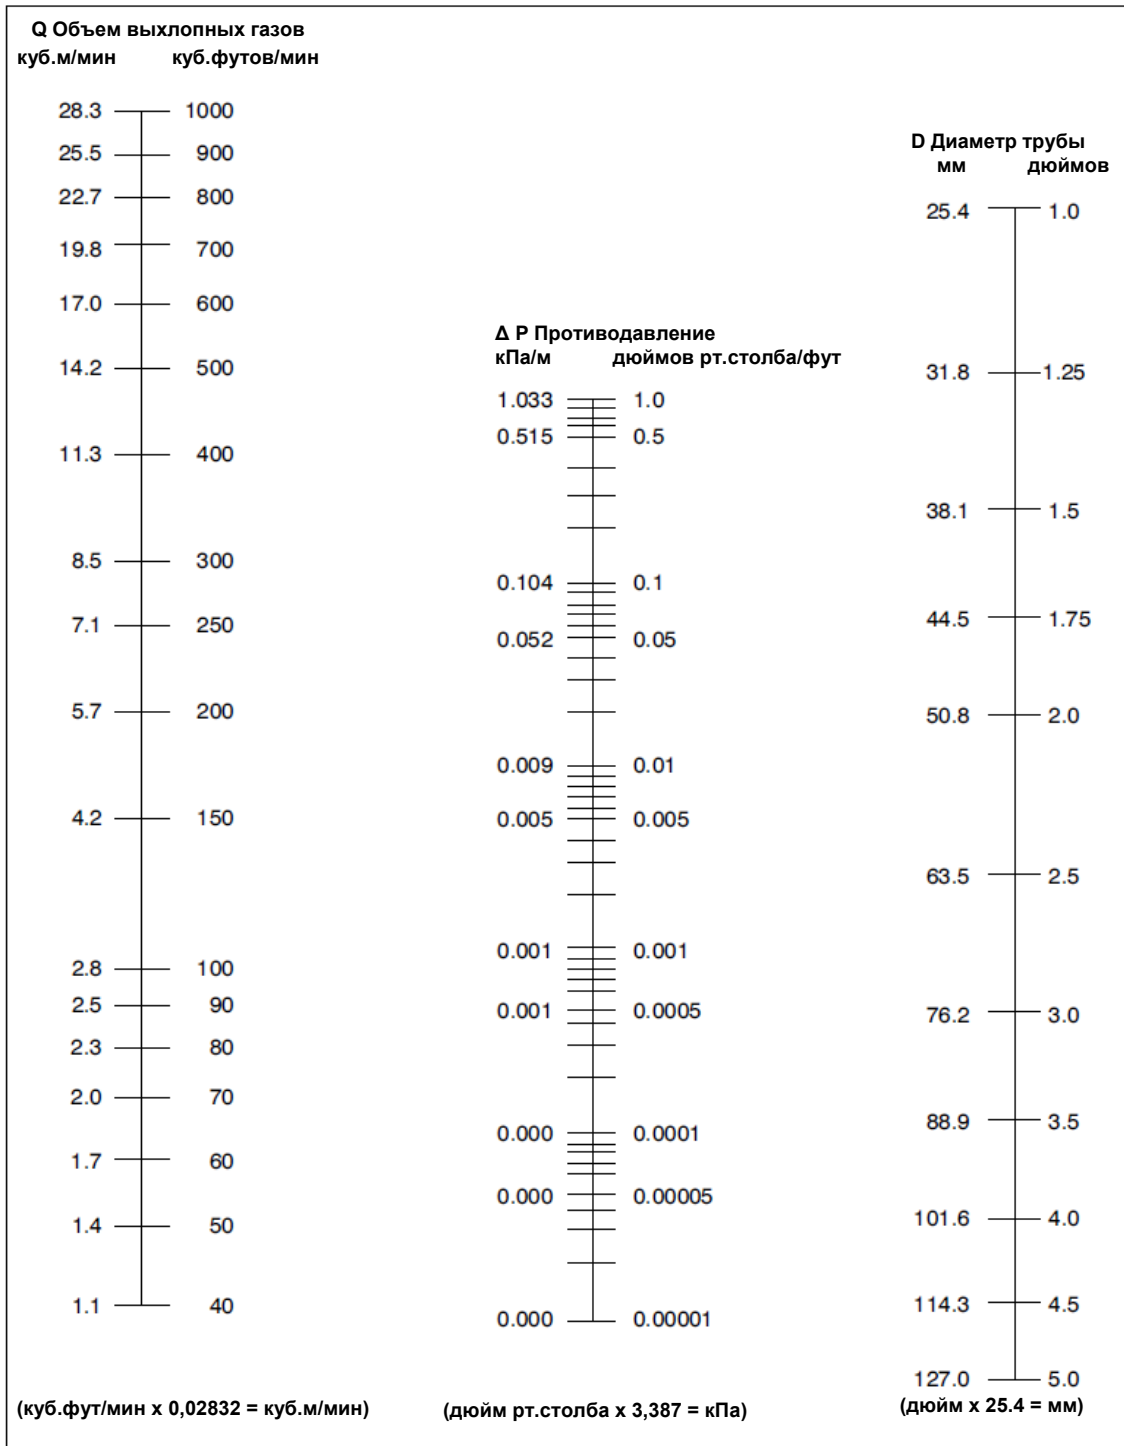
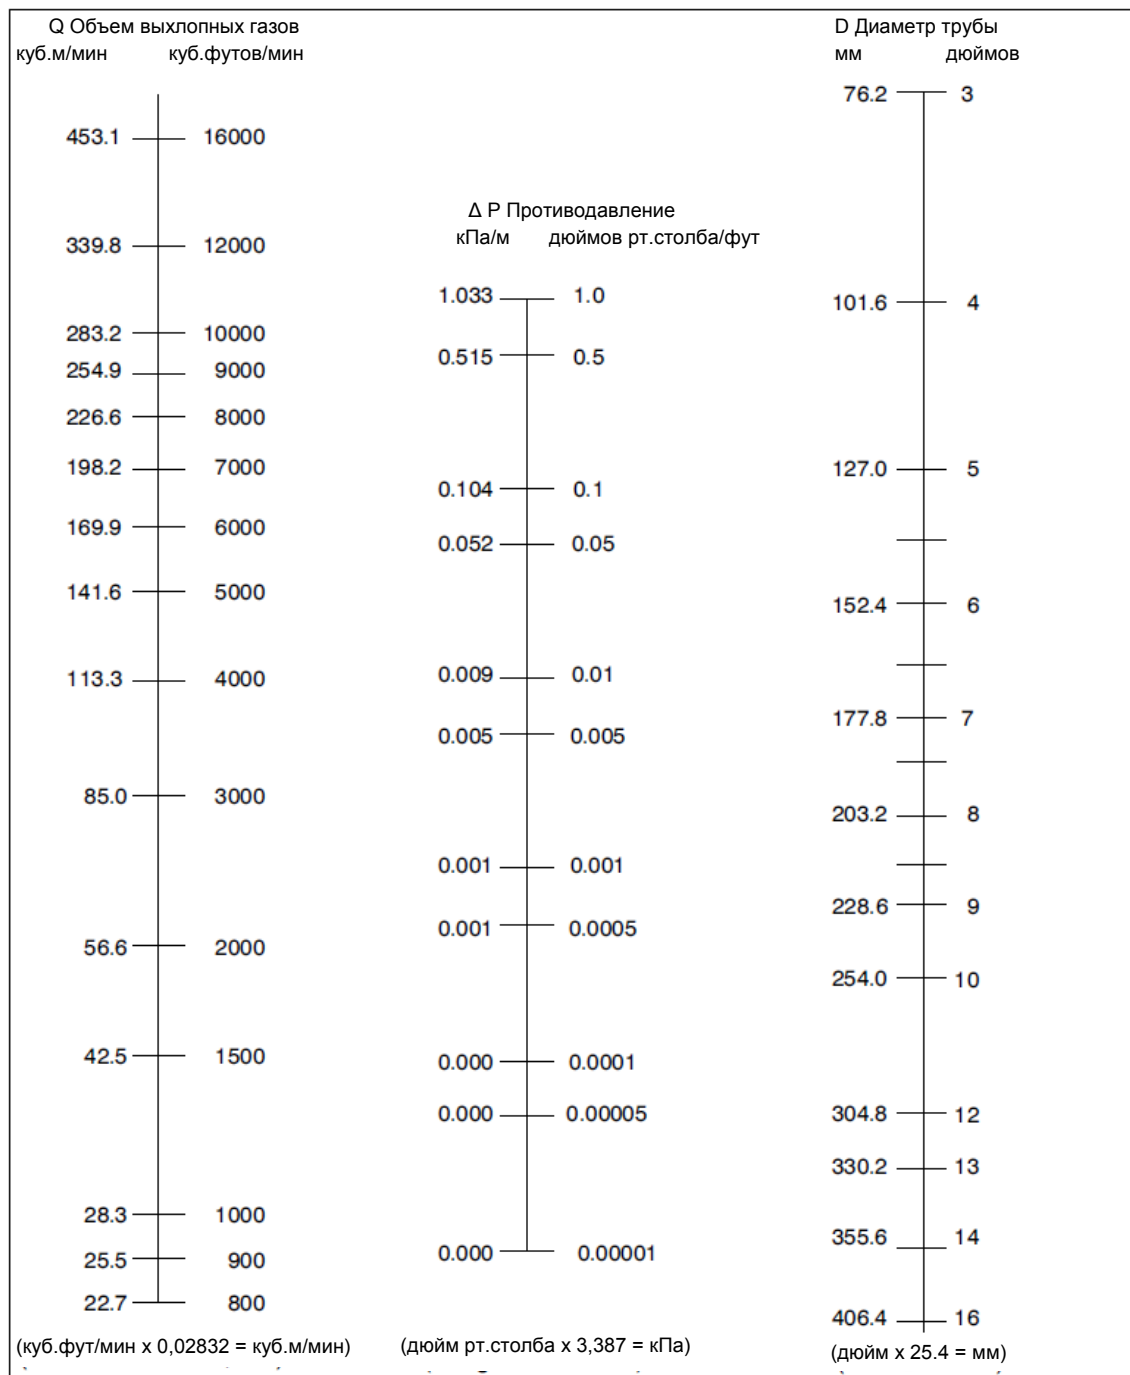

Рисунок 5-9 Противодействие с использованием трубы диаметром 4 дюйма (102 мм) или меньше
Рисунок 5-10 Противодавление с использованием трубы диаметром 5 дюймов (127 мм) или больше
8. См. Рисунок 5-9, если диаметр трубы равен 102 мм (4 дюйма) или меньше, или рисунок 5-10, если диаметр трубы равен 127 мм (5 дюймов) или больше.